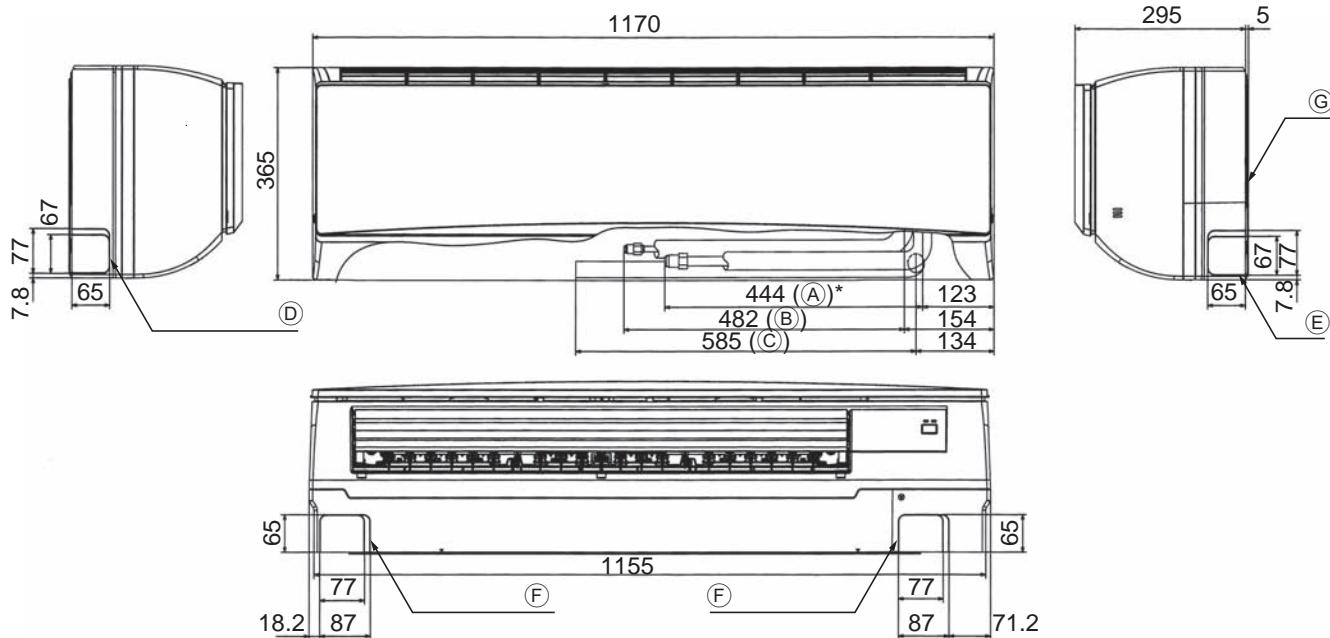

Fig. 4-2
4.2. Anordnung der Kältemittel- und Ablaßrohrleitungen (Fig. 4-2)
- (A) Gasrohr * Verweist auf den Zustand mit angeschlossenem Zubehör.
- (B) Flüssigkeitsrohr
- (C) Ablaufschlauch
- (D) Ausschlagöffnung für linke Rohrleitung
- (E) Ausschlagöffnung für rechte Rohrleitung
- (F) Ausschlagöffnung für untere Rohrleitung
- (G) Montageplatte ①